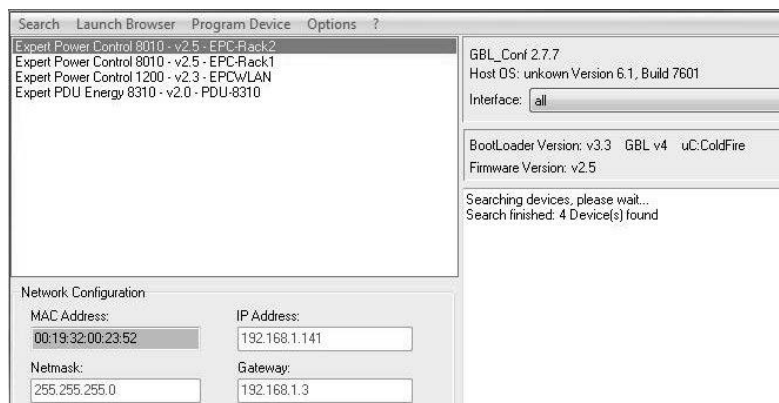

Abb. 2 Anzeige der gefundenen Geräte im Konfigurationsprogramm GBL_Conf.
- ① Öffnen Sie GBL_Conf. Alle im Netzwerk gefundenen Geräte werden nun im Fenster links oben angezeigt (s. Abb. 2).
- ② Doppelklicken Sie auf den gesuchten Gerätenamen. Sie werden nun automatisch auf das Web interface des Geräts in Ihrem Webbrowser geleitet.